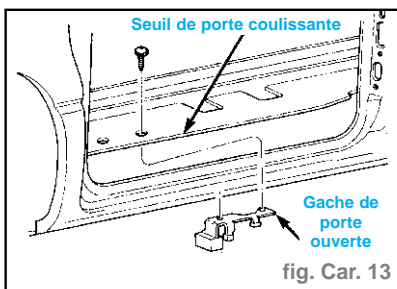

fig. Car. 13
- Déposer la gâche du loquet d'ouverture (fig. Car. 13).
- Poser la gâche du loquet d'ouverture (fig. Car. 13).